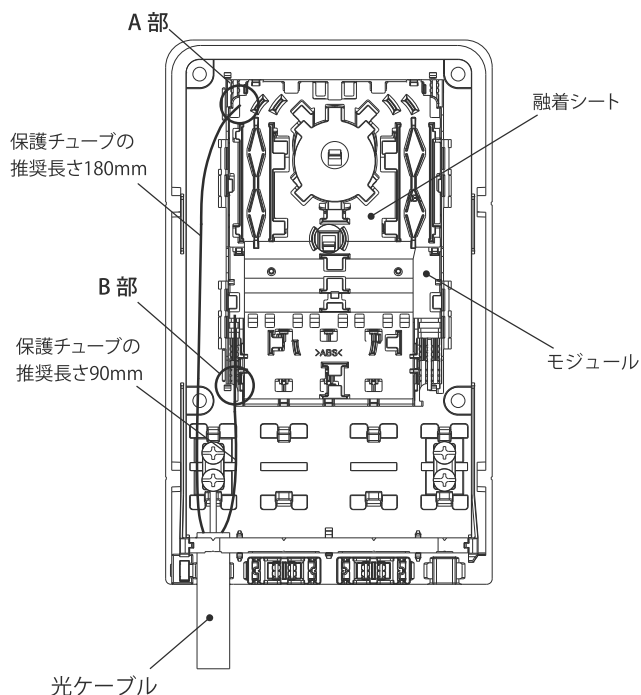

図 1
1. 光ケーブルからモジュール内への配線は、A 部または B 部より入線してください。(図 1)
2. 光ファイバの余長はモジュール内の融着シート部に収納してください。(図 1)